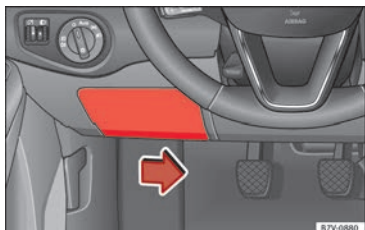

Abb. 59 Auf der Fahrerseite in der Instrumententafel: Abdeckung des Sicherungskastens.
- Zum Entriegeln des Deckels den Verriegelungshebel an der Unterseite nach rechts drücken » Abb. 59.